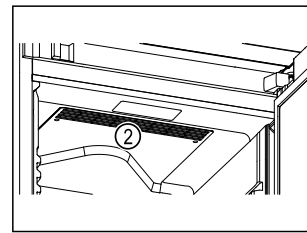

Fig. 62
- ❑ Větrací otvory Fig. 62 (2) oběhového vzduchového čerpadla ve vnitřním prostoru udržujte volné.